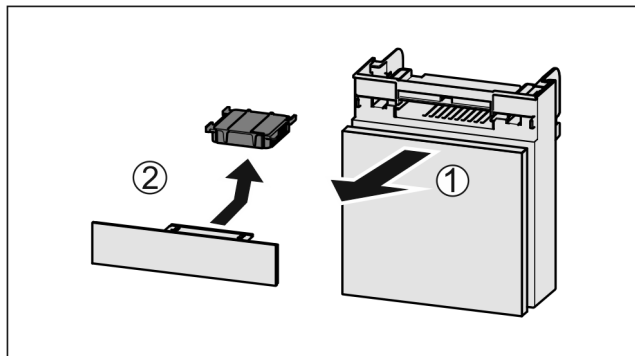

Fig. 35
- ▶ Predal izvalcite Fig. 35 (1) naprej.
- ▶ Odstranite Fig. 35 (2) aktivni ogljeni filter.